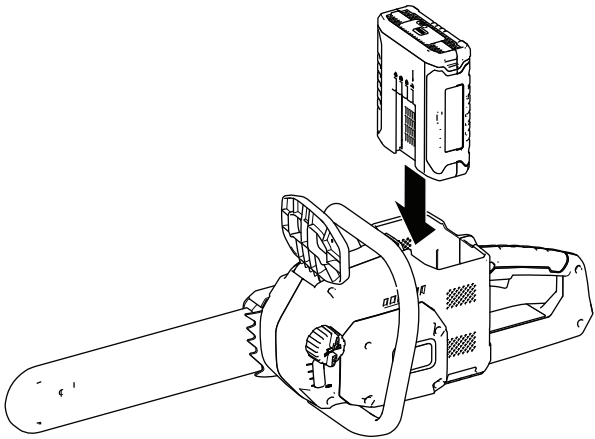

Figura 26
2. Alinee la lengüeta de la batería con el hueco correspondiente de la motosierra (Figura 26).